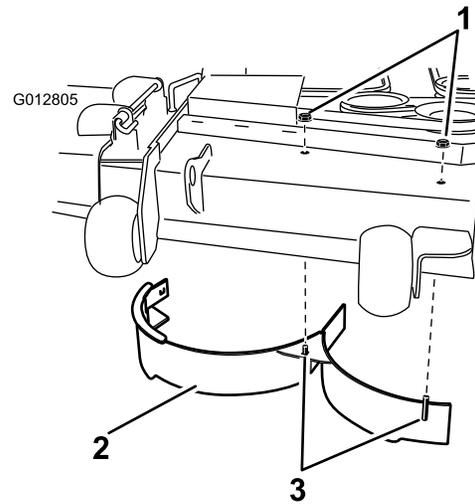

Bild 3
1. Montieren Sie das rechte Ablenklech mit zwei Muttern (5/16"), wie in Bild 3 abgebildet. Ziehen Sie die Befestigungen handfest an.